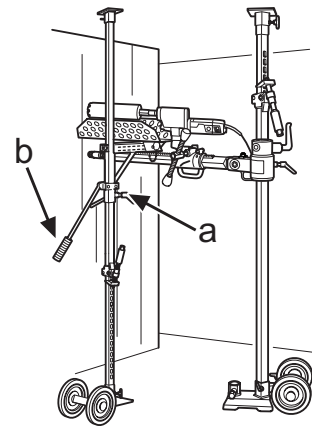

Fig.4
2. Stämpla fast stativet så att uppsamlaren hamnar i läge under borret, lås uppsamlaren med låsvredet (a) (Fig.4).
4. Lossa låsvredet och bromsa ned uppsamlaren och borkärnan med bromsspak (b) (Fig.4).
2. Pres stativet fast, så opsamleren ender under boret, og lås opsamleren med låsegrebet (a) (Fig.4).
4. Løsn låsegrebet, og nedbrems opsamleren med borekernen ved hjælp af bremsehåndtaget (b) (Fig.4).
2. Stemple fast stativet slik at opsamleren havner i stilling under boret, lås opsamleren med låserattet (a) (Fig. 4).
4. Løsne låserattet og brems ned opsamleren og bremsekjernen med bremsespak (b) (Fig. 4).